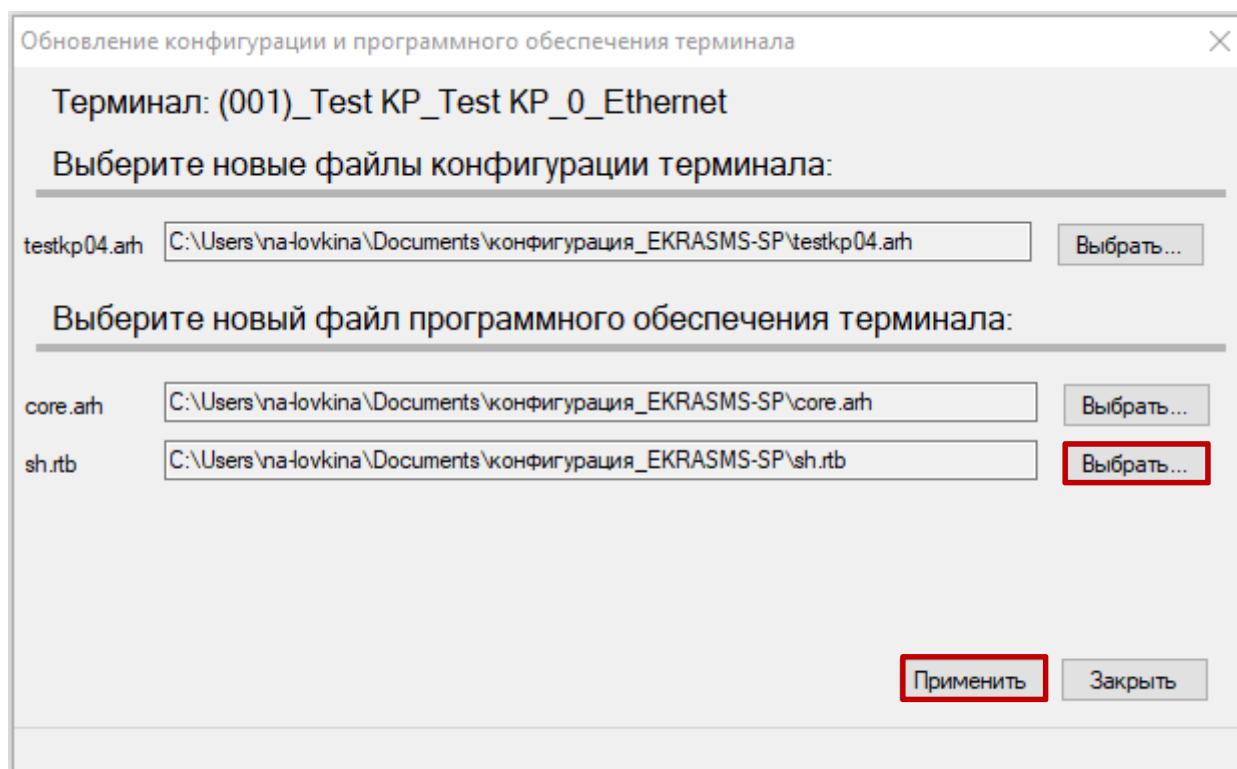

Рисунок 9 – Выбор файла ПО и вспомогательного файла
4.3.1 После завершения загрузки файла конфигурации, в появившемся окне указать путь к файлу **core.arh** и вспомогательному файлу для загрузки **sh.rtb**, далее подтвердить выбор нажатием кнопки **Применить** (см. рисунок 9).
4.6 Нажать кнопку **Применить** (см. рисунок 9).